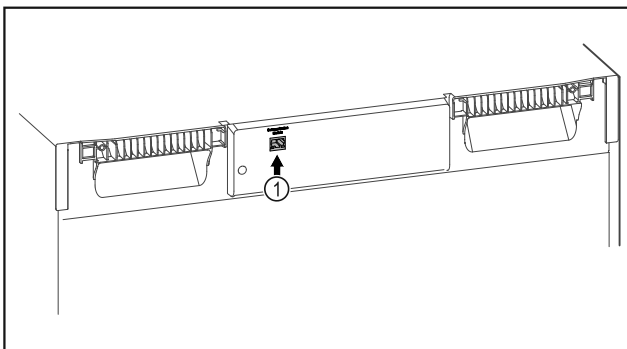

Fig. 99
- ☐ SmartModule Fig. 99 (1) установлен.